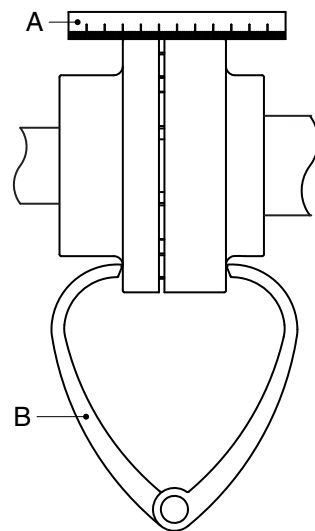

Figura 4: Aliniere cuplaj cu ajutorul unei rigle și a unei perechi de șublere externe.
- 1 Așezați o riglă (A) pe cuplaj. Așezați sau îndepărtați, funcție de necesități, lamelele de fixare din cupru pentru a aduce electromotorul la înălțimea corectă astfel încât marginea dreaptă să atingă ambele jumătăți ale cuplajului pe întreaga lungime; a se vedea figura 4.
- 3 Verificați din nou aliniamentul utilizând o pereche de șublere externe (B) în 2 puncte diametral opuse pe marginile jumătăților cuplajului, a se vedea figura 4.